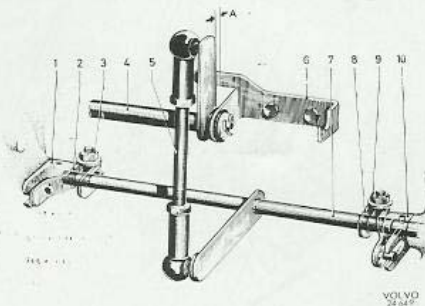
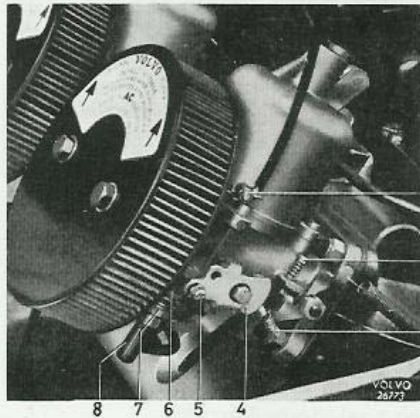

Bild 30. Mellanaxel och hävarmar.
Bild 31. Reglage.
2. För in mellanaxeln i sitt läge mellan förgasarna, se bild 30. Se till att skärmlådan är fel-fri och tätningsytorna rena.
1. Anbringa ett bladmått 0,5 mm vid "A" bild 30 mellan hävarmen och dess anslag. Skruva ut snabbtomgångs- och tomgångsskruvarna (2, bild 31) så att spjällen stänges helt.
2. Lossa muttrarna (3 och 9, bild 30) och tryck ytterändan av hävarmarna (2, 8) på mellanaxeln försiktigt nedåt så att medbringarpinnarna nått och jämnt får kontakt med undre tanden på spjällaxlarnas hävarmar (1, 10). Obs! Tryck ej så hårt att gasspjället påverkas. Dra åt muttrarna (3, 9) i detta läge. Tillse att mellanaxeln kan skjutas något fram och tillbaka. Den får ej klämma t. ex. genom att hävarmarna (2, 8) monteras för nära förgasarna.
4. Vrid tomgångsskruvarna (2 bild 31) så att de just berör spjällhävarmarna då spjällen är stängda. Skruva därefter in dem 1/2 varv.
2. Lossa skruven (5, bild 31) för dragtråden. Lyft hävarmen så mycket att munstycket just börjar sänkas.
3. Ställ in snabbtomgångsskruven (3) så att den precis berör snabbtomgångskammen på hävarmen (4) då munstycket börjar påverkas enligt föregående punkt. Dra fast låsskruven för dragtråden i detta läge.